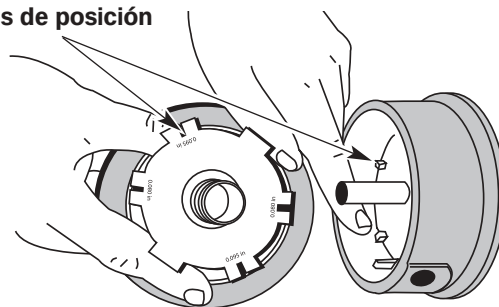

Fig. 26
5. Verifique el desgaste de los dientes de posición del carrete interior y bobina exterior (Fig. 26). Si es necesario, saque la rebaba o cambie el carrete y la bobina.